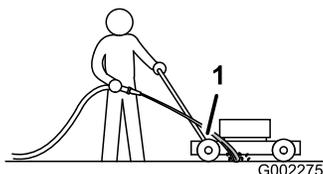

Bild 30
3. Halten Sie den Wasserschlauch auf Griffhöhe und richten Sie den Wasserstrahl unmittelbar vor dem rechten Hinterrad auf den Boden (Bild 30).